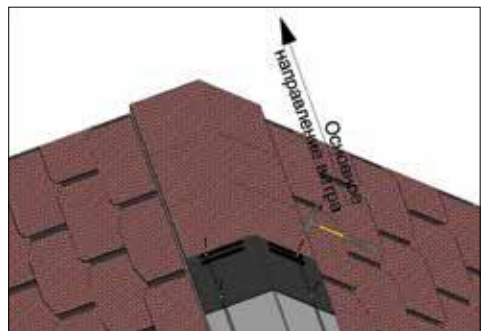

Рис. 10 Укладка коньковой черепицы на аэратор.
3.3.5 Уложите и прибейте коньковую черепицу на установленные аэраторы с учётом розы ветров. Коньковую черепицу необходимо прибивать по размеченным линиям аэратора (Рис. 10). Каждый квадрат коньковой черепицы прибивается четырьмя гвоздями (по два с каждой стороны). Тип крепежа - оцинкованные ершённые или винтовые гвозди с диаметром шляпки от 8 мм (таблица 1).